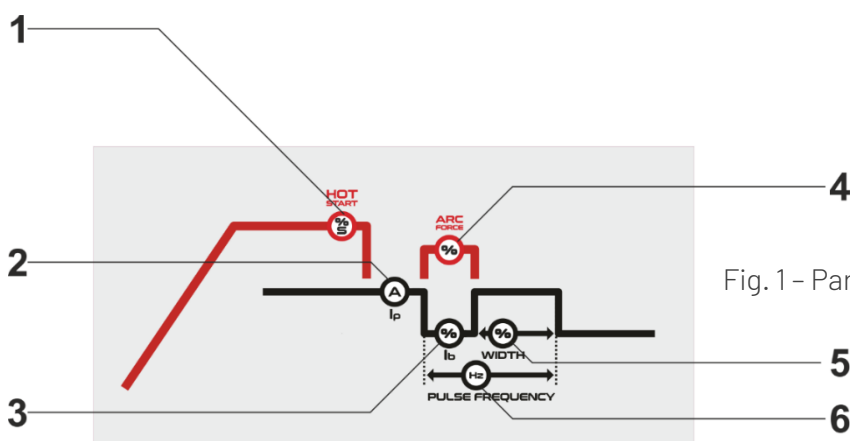

Fig. 1 - Parâmetros MMA
- Ajustar o valor de corrente (Fig.1 - 2), de acordo com a seguinte tabela:
- Hot Start (Fig.1 - 1) - Para forçar a ignição de arco, ajustar a percentagem de hot start em relação à corrente principal e/ou o tempo (segundos).
- Arc Force (Fig.1 - 4) - Para evitar a colagem do eléctrodo à peça a soldar durante a soldadura, ajuste a percentagem, de Arc Force em relação à corrente principal.
- Ib (Fig.1 - 3) - ajustar a corrente de base em percentagem da corrente principal.
- WIDTH (Fig.1 - 5) - ajustar o tempo da corrente de pico (principal) 10% a 90%.
- PULSE FREQUENCY (Fig. 1 - 6) - ajustar a frequência de pulsado em Hertz.
- Ajustar o valor de corrente (Fig.1 - 3).